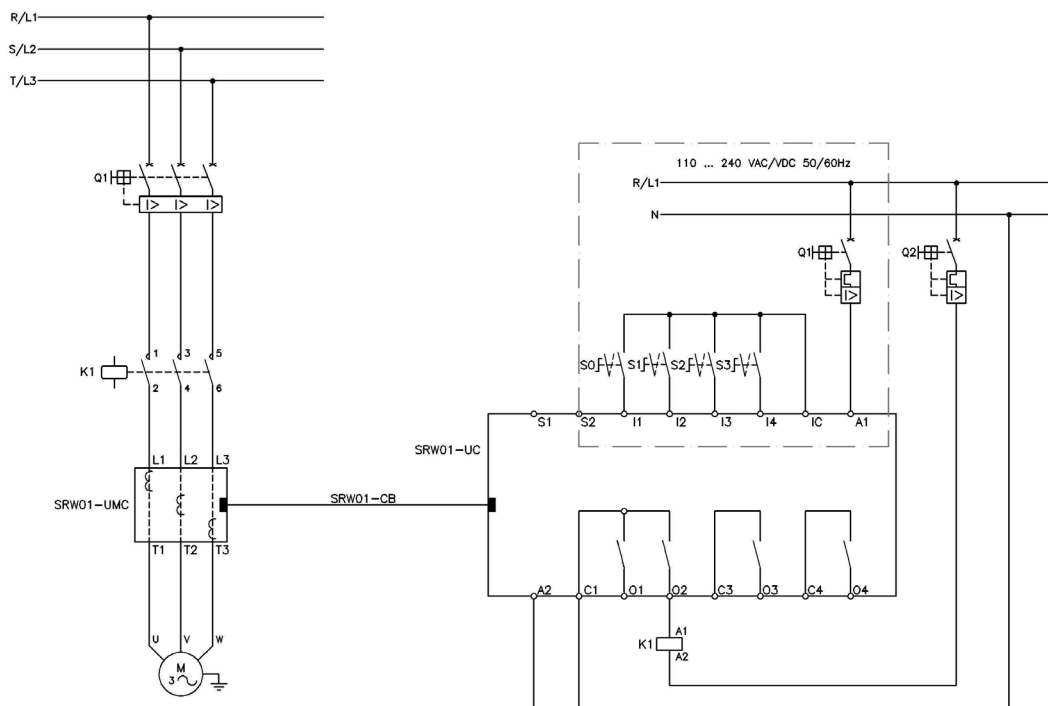

Figura 5.4 - Esquema de ligação para o Modo de Operação Relé de Sobrecarga utilizando entradas digitais em 24 Vcc
O esquema da figura 5.4 apresenta um exemplo da utilização da Unidade de Controle (UC), no modo de operação Relé de Sobrecarga onde as entradas digitais I1 a I4 acionadas em 24 Vcc, e as saídas digitais O3 e O4 podem ser utilizadas conforme a necessidade do usuário.